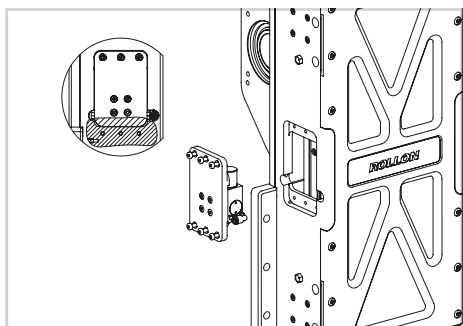

図 24
- 4) クランプ/ブレーキを取り付けたプレートを組み立てる際には、プレートの基準となる部分がキャリッジに接触するように注意して配置してください (図 24 を参照)。